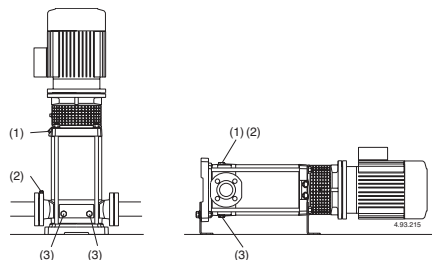
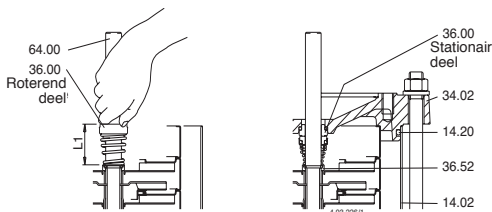

Fig.4 (1) Vullen ontluichtingsplug
Fig. 5 Montage van de mechanical seal
Wanneer de pomp boven het vloeistofniveau geplaatst is (zuigsituatie, **fig. 3A**) of in een situatie waar de toelooptdruk te laag is (minder dan 1 m) om de terugslagklep te openen, vul de zuigleiding en de pomp door de vulopening (**fig. 4**).
Sluit de ontluchtingvoor (**fig. 4**) voor MXV-B, MXV(L) 25-32-40 en MXV(L)4 25-32-40 Sluit de naaldschroef (14.07) in de aftapplug (14.12) (**fig. 4b**) en sluit de ontluchting (14.04).
Wanneer zuigverliezen optreden (onderbreken van flow ondanks geopende afsluiters) of drukschommelingen weergegeven op de manometers, controleer of alle leidingverbindingen luchtdicht zijn en controleer of de naaldschroef van de ontluchting gesloten is (**fig. 4**).
Of, na het legen, reinigen door schoon water (minimaal 40 liter) in het vulgat (1) te gieten aan de afvoerkant en het weer uit het afvoergat (3) aan de aspiratiekant (fig. 4) te laten lopen.
Voorafgaand aan demontage, sluit de afsluiters in zuig- en persleiding en tap het pomphuis af (fig. 4). Alvorens over te gaan tot demontage en montage, raadpleeg de doorsnedetekening (paragraaf 14.) en fig. 5, 6.
5. Verwijder de schroeven (61.07) en de lantaarnhouder (32.00), met ondersteuning (66.00) en koppeling (64.22) uit het bovenste deksel (34.02) en uit de as (64.00) (fig. 5).
Druk het roterende deel tot aan de steuning (35.52) over de as (64.00) zonder de veer in te drukken. Controleer de lengte voor en na plaatsing en licht het roterende deel op tot de juist aanvanghoogte (L1 in fig. 5).